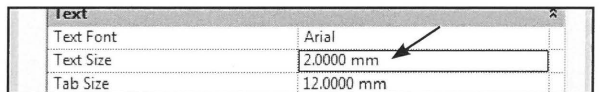

Fig. 03.53. Lav størrelsen på teksten om.
- Ændre højden til 2 mm (Fig. 03.53) og klik OK.